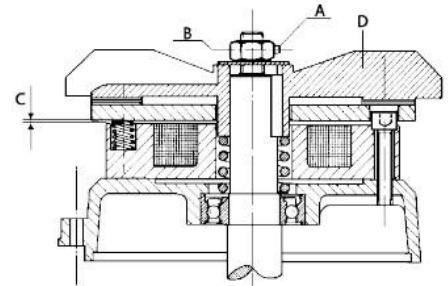

Fig.5
- reglați spațiul de aer prin deblocarea șurubului capului hexagonal "A" și rotiți piulița "B": distanța "C" trebuie să fie cuprinsă între 0,4 și 0,6 mm. În timp ce motorul funcționează, ventilatorul "D" trebuie să se rotească liber fără a freca discul. Verificați dacă frâna funcționează corect, apoi înlocuiți carcasa și fixați-o cu șuruburile (Fig.5).